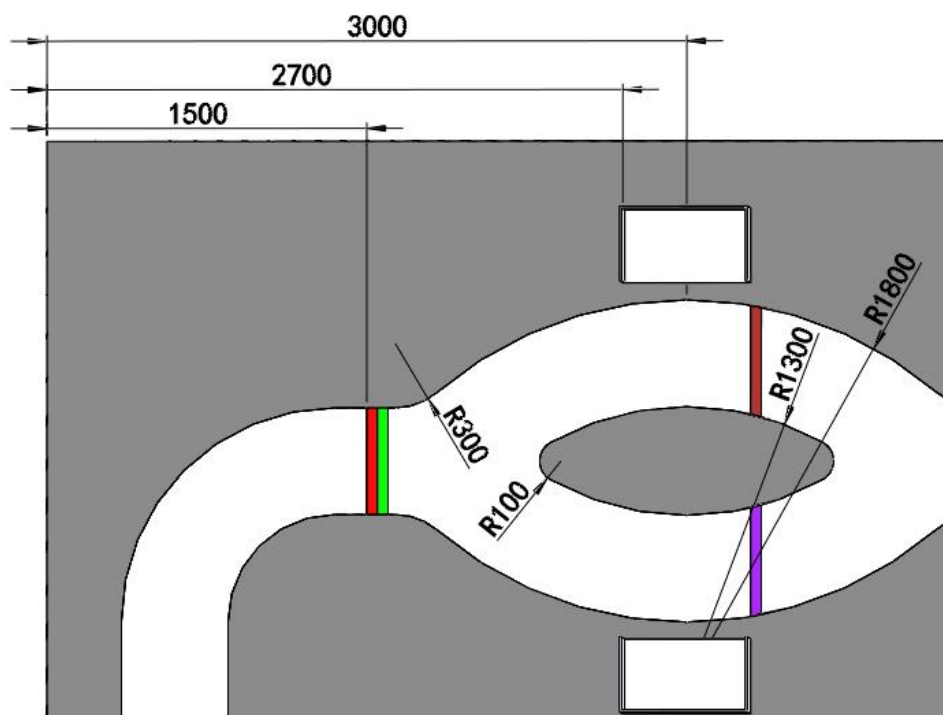

图 8 分岔路标识示意图（单位：mm）
1.分岔路：如图 8 所示，距离比赛场地边沿  $1500\text{mm}$  处印有  $500 \times 100\text{mm}$  的红绿色带，红色和绿色色带宽度均为  $50\text{mm}$ 。